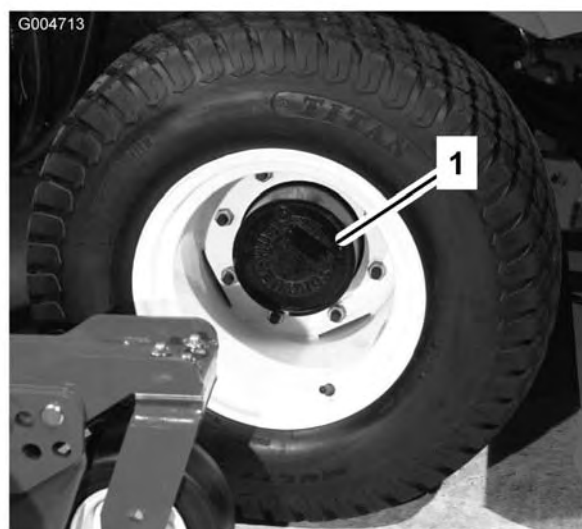

Figura 58
1. Con la máquina en una superficie nivelada, coloque la rueda de manera que el tapón de verificación/drenaje (Figura 58) esté en su posición más baja.